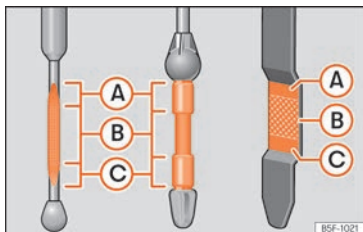

Abb. 186 Ölmessstab
» Abb. 186. Füllen Sie gegebenenfalls Motoröl nach.
- Wenn der Ölstand mindestens den Bereich »» **Abb. 186**  erreicht hat, vorsichtig den Deckel des Einfüllstutzens aufschrauben »» .
Liegt der Ölstand über dem Bereich »» **Abb. 186** , starten Sie den Motor bitte nicht. Dies könnte zu einer Beschädigung des Motors und des Katalysators führen. Wenden Sie sich an einen Fachbetrieb.
Der Ölstand darf keinesfalls über dem Bereich »» **Abb. 186**  stehen, andernfalls könnte Öl über die Entlüftung der Motorölwanne angesaugt werden und über die Abgasanlage in die Atmosphäre gelangen.